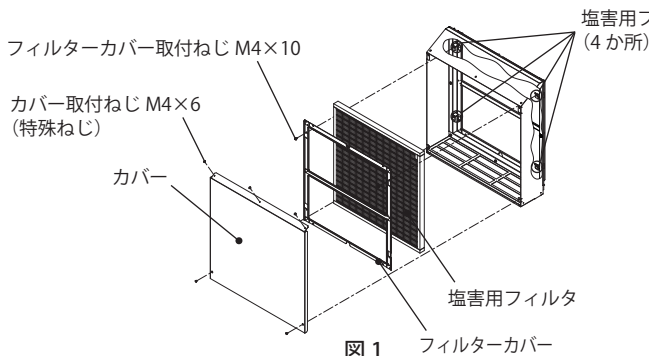

図1 フィルタカバー
1. 付属のL型レンチにて、カバー取付ねじM4×6(特殊ねじ)(5か所)を取り外し、カバーを取り外してください。(図1)